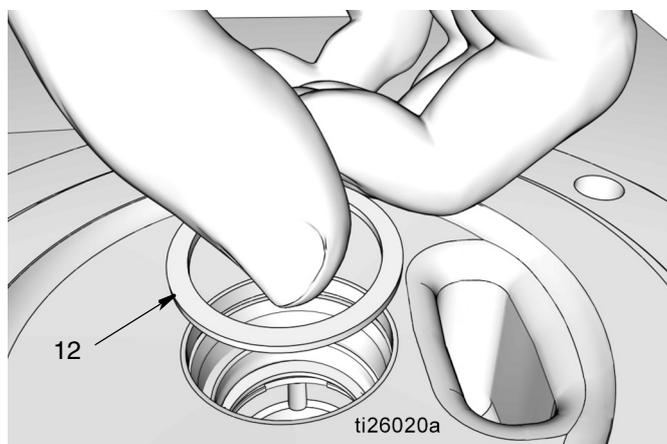

FIG. 36
- e. Coloque el espaciador (12) (FIG. 36).